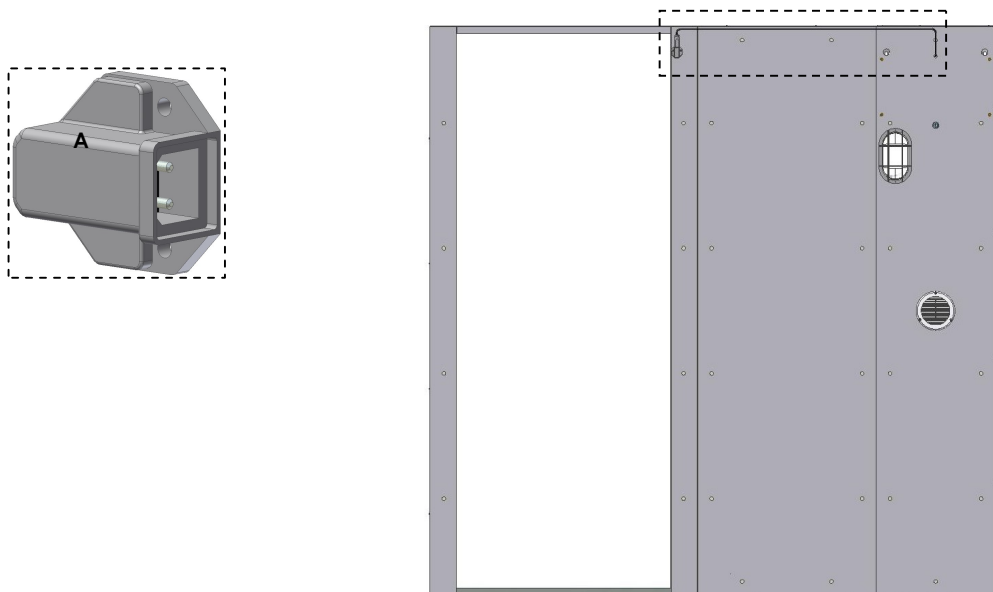

Abb. 1
- Stellen Sie das Kabel, das in der Kühlanlage steht, Einsatzteil **A** (Abb. 1).